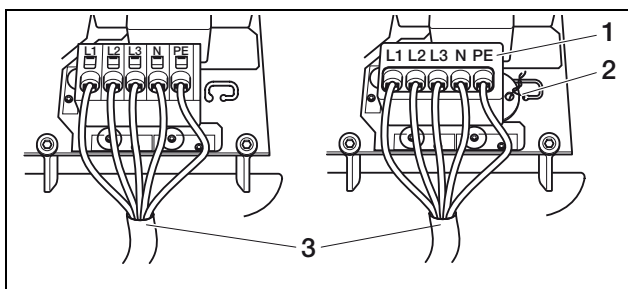

Abbildung 11: Netzzuleitung angeschlossen (links ohne Versiegelungskappe, rechts mit Versiegelungskappe (abgebildet PIKO 8.3/10.1))
- Schließen Sie die Adern der Netzzuleitung entsprechend der Beschriftung an der AC-Anschlussklemme an (Abbildung 11).